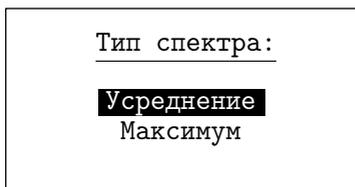

Рис. 3.18
3.4.9. "Тип спектра" - выбор способа формирования результирующего спектра при анализе дампв сигнала: максимальный или усредненный (Рис. 3.18).